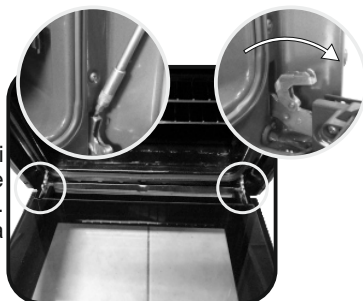

Figura 2
- Prima di iniziare l'operazione di pulizia, bloccare le cerniere come mostrato nella Figura 2. Sbloccare le cerniere una volta terminata l'operazione. (Figura 2)